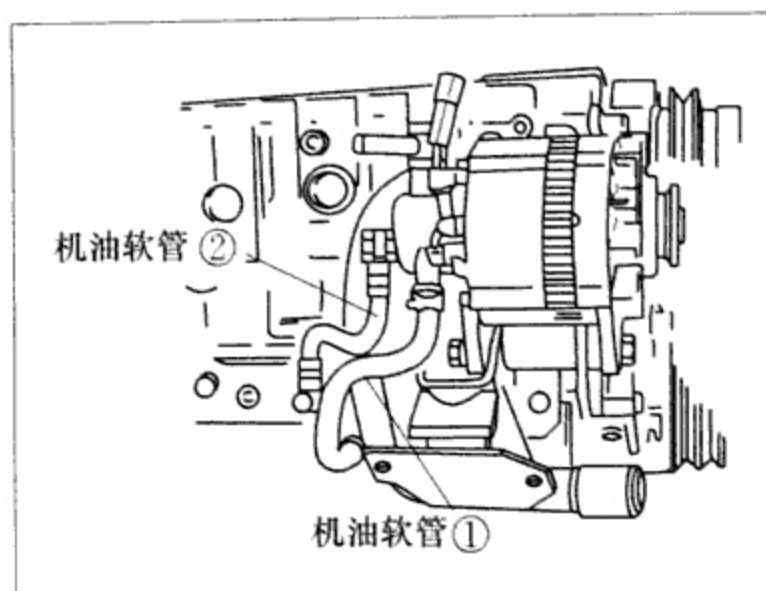

图 6-2-19 拆卸真空泵机油软管
- (1) 从油底壳上拆卸机油软管①,见图 6-2-19。
- (2) 从体体上拆卸机油软管②。